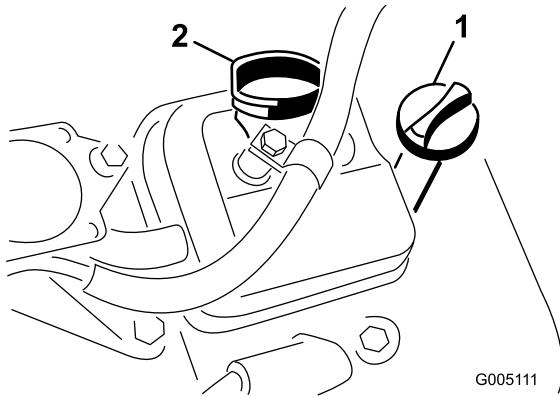

図 25
3. ディップスティックを、チューブの根元でもう一度しっかりと差し込む（図 25）。